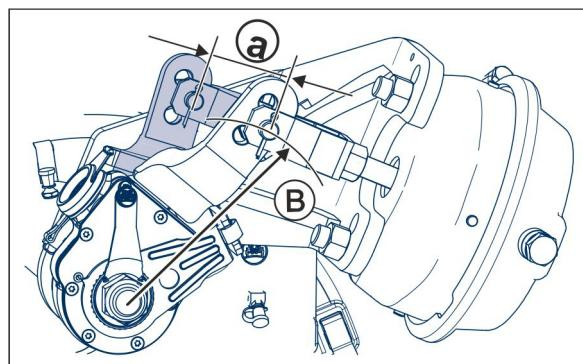

Рис. 67
3. Водоспускной кран тяните за кольцо (Рис. 67/1) в боковом направлении так долго, пока вода не перестанет выходить из ресивера.
Ресивер (Рис. 67/1) не должен: